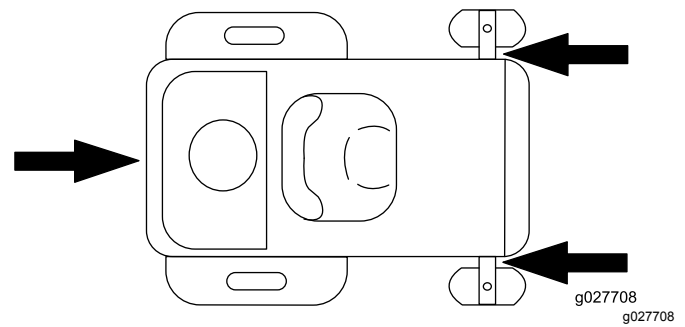

Figura 28
6. Amarre la máquina junto a las ruedas giratorias delanteras y el guardabarros trasero con correas, cadenas, cables o cuerdas (Figura 28). Consulte la normativa local respecto a los requisitos de amarre.